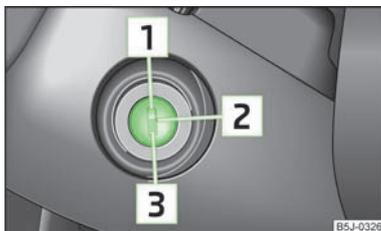

Fig. 76
- Appuyez à fond sur la pédale d'embrayage, mettez le contact » fig. 76 et démarrez - n'appuyez pas sur la pédale d'accélérateur. Maintenez la pédale d'embrayage enfoncée jusqu'à ce que le moteur démarre.
Coupez le moteur en faisant passer la clé de contact en position » fig. 76.